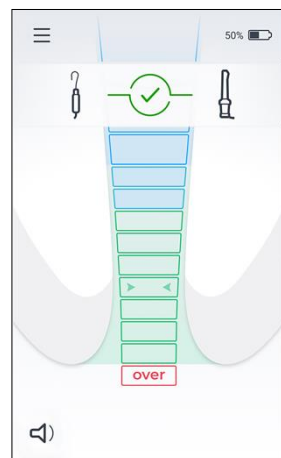

Fig. 4
3. «Kabelkoblingstest»-ikonet  skal vises på skjermen - se fig. 4.